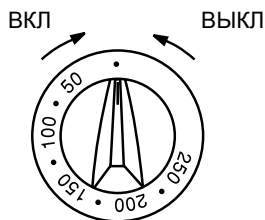

Рис. 10
- Ручка регулирования температуры (Рис. 10) предназначена для установки и автоматического поддержания температуры внутри духового шкафа на заданном уровне.